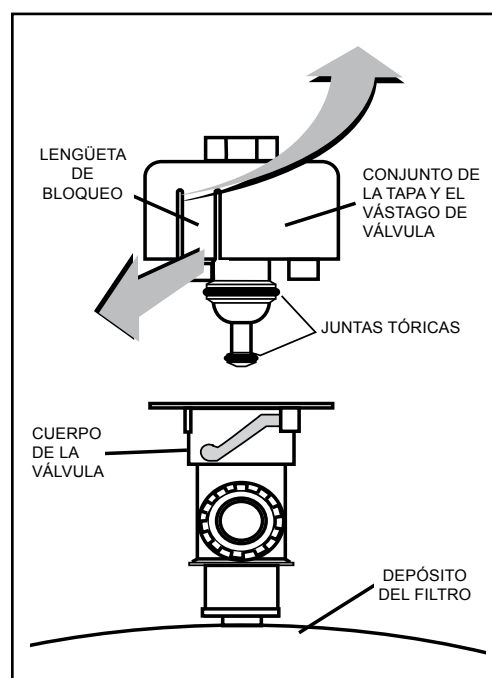

Figura 3.
3. Con la válvula de alivio conectada al depósito del filtro, retire de las lengüetas de bloqueo y retire el vástago de la válvula y el conjunto de la tapa con un giro en sentido antihorario y un movimiento de extracción; consulte la Figura 3.